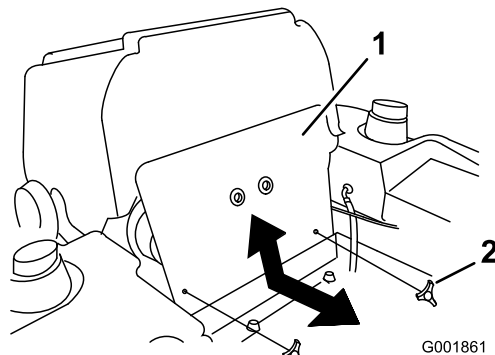

Figura 56
1. Incline el asiento hacia adelante y retire el panel delantero del motor (Figura 56).